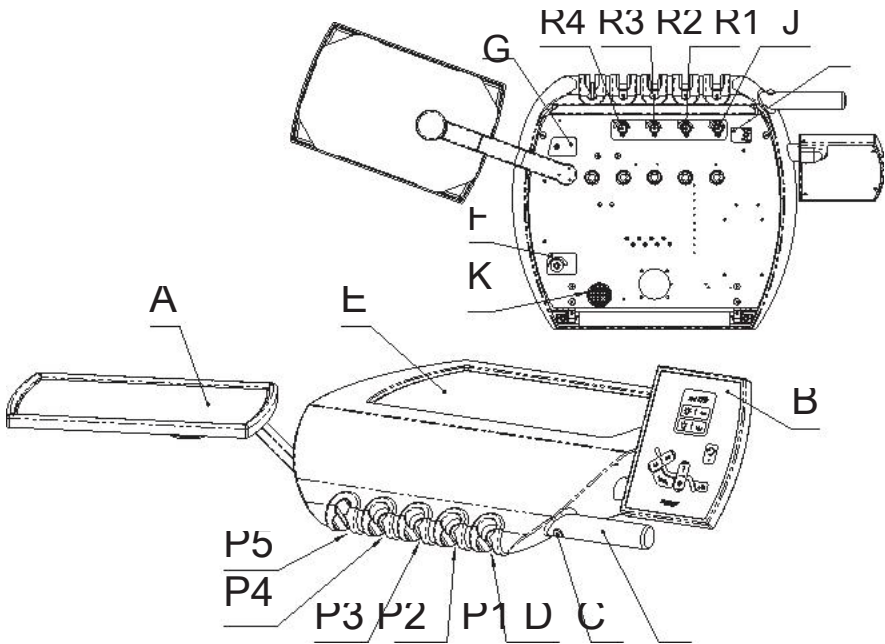

图. 6
器械托盘 (图. 6)的设计符合人体工程学的要求, 有利于使用者进行工作, 同时还配备了一个辅助托盘 (A), 略微倾斜的主要按键(B)帮助提供易于使用的视角, 同时它还有非常方便的定位手柄(C)。使用位于前端的按钮(D)解锁空气制动器的阀门并调整高度位置。